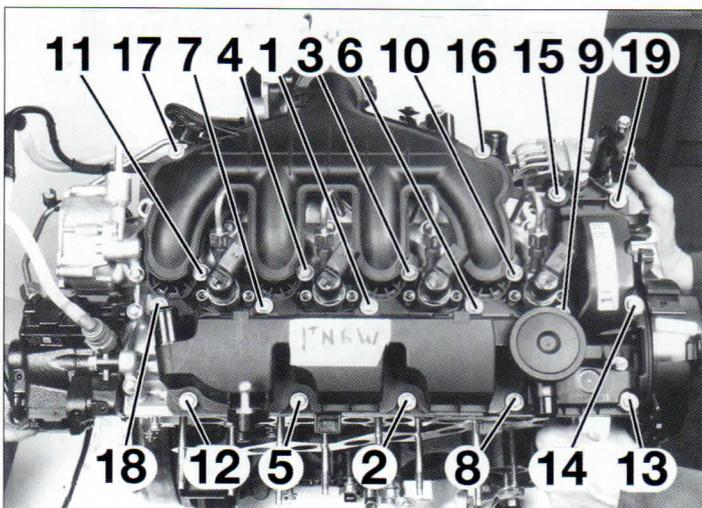

FIG.47
- el colector de admisión con juntas nuevas y apretarlas en el orden y al par prescrito (fig. 47).